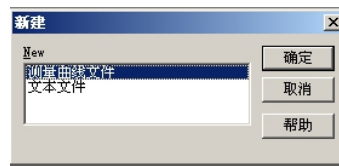

图14
- E、弹出的新建对话框会有两种模式供你选择：测量曲线文件和文本文件（如图14）；